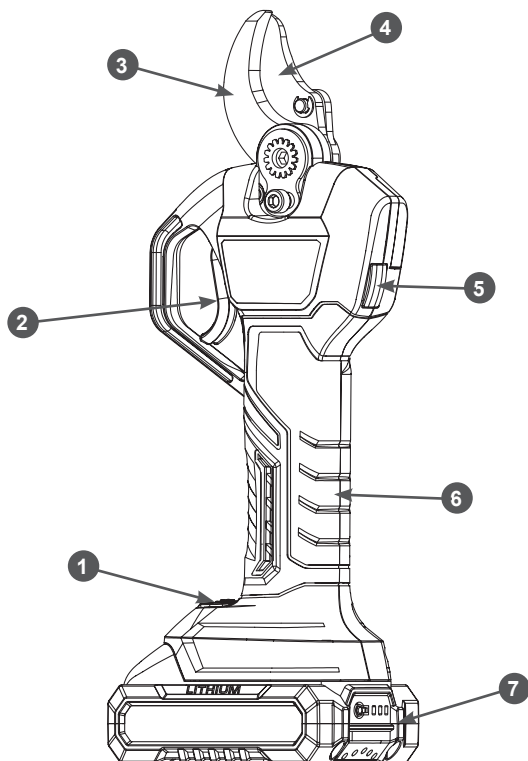

Рис. 1. Основные узлы и органы управления
Основные узлы и органы управления показаны на Рис. 1.
1. Нажмите на кнопку включения 1 (Рис. 1) один раз.
2. Услышав звуковой сигнал, дважды непрерывно нажмите на рычаг включения 2 (Рис. 1). Когда вы снова услышите звуковой сигнал, это будет означать, что секатор находится в рабочем состоянии.